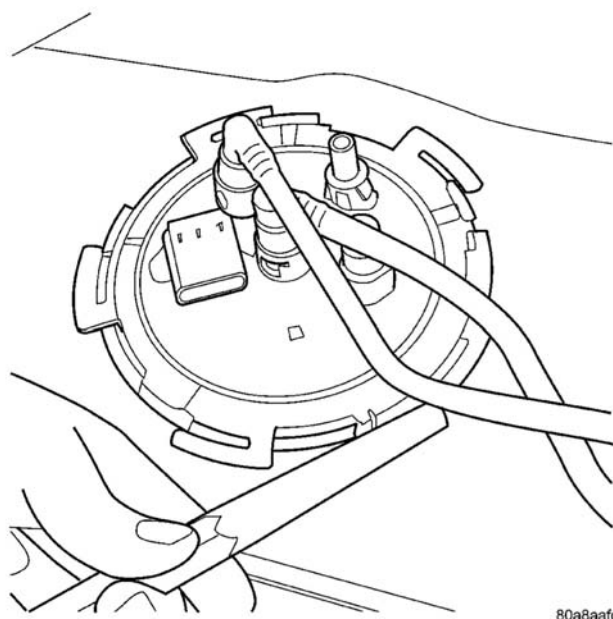

图 11 燃油泵模块锁紧环
(1) 卸下燃油箱盖，然后执行燃油系统压力释放程序。
(2) 从辅助跨接线端子上断开负极电缆。
(3) 排放燃油箱时，请参阅[燃油供应]一节中的燃油箱程序。
(4) 参阅燃油箱拆卸一节，拆卸燃油箱。
(5) 清理油箱顶部，除去脏污和碎片。
(6) 使用黄铜锥子和黄铜锤，卸下锁紧螺母，放松泵模块（图 11）。
（3）用黄铜锤和铜锥敲打，拧紧锁紧螺母（图 11）。